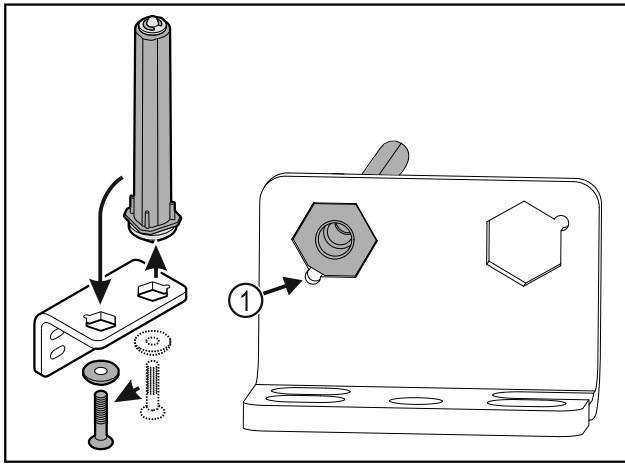

Fig. 25
- ▶ Darauf achten, dass beim Einsetzen die Bolzenabschrägung Fig. 25 (1) zum runden Loch zeigt.